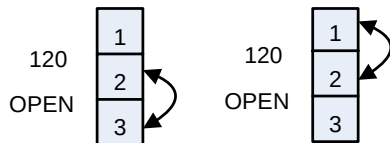

图 2.2
2. 为了避免总线上的信号反射, 当模块用于远距离通信时, **RS-485** 总线必须接入 **120 欧** 终端电阻。具体方法为 **JP1** 的跳线帽短接 **1 号脚**和 **2 号脚**上表示接入终端电阻, 短接 **2 号脚**和 **3 号脚**上表示不接入终端电阻, 参见图 2.2